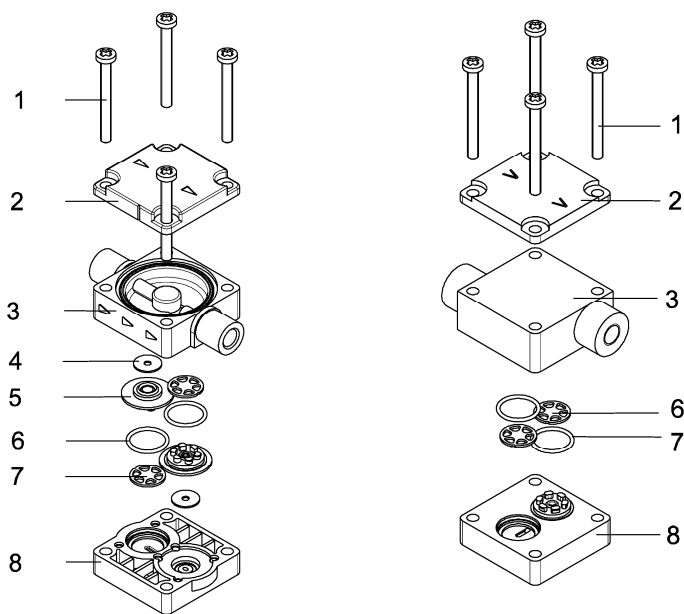

Fig. 53: Cabezal KT, TT
2. Lavar la placa de conexión (3) y la placa intermedia (8) y frotarlas con un paño suave. Secar con aire comprimido
3. Retirar cuidadosamente los asientos de válvula (5). Las arandelas estanqueizantes (4) no están disponibles en cabezal FT, véase la Fig. 53
4. Retirar las juntas tóricas (6) y las juntas planas (7).